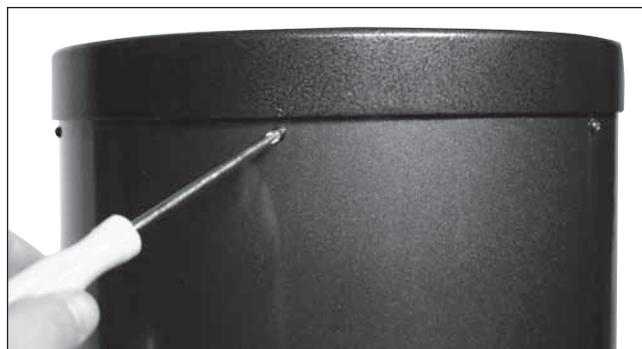

Figure 12. Pour retirer la bague d'extrémité arrière, dévissez les six vis qui la fixent au tube.
1. Pour installer la cellule du miroir dans le tube optique, la bague d'extrémité arrière fixée à la section inférieure du tube optique doit être retirée. Commencez par dévisser et retirer les six vis cruciformes qui fixent la bague au tube (**figure 12**), puis retirez-la du tube.